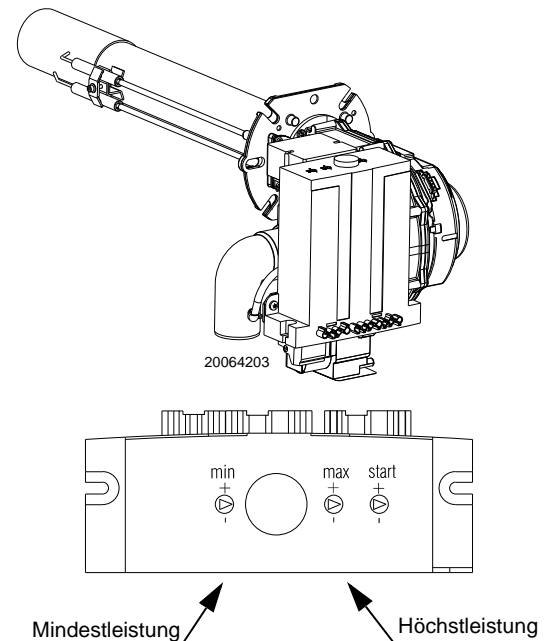

Abb. 12
- Die Einstellungen des Trimmers am Steuergerät (Abb. 12) überprüfen.
Die Proportionalgasarmatur gibt je nach im Belüftungskreislauf gemessenem Druck die korrekte Brennstoffmenge ab. Daher erfolgt mittels Drehzahlregelung auch die Regelung der abgegebenen Leistung. Die Motordrehzahl kann durch Betätigen der drei "Trimmer" eingestellt werden (Abb. 12).
Die **Höchstleistung** muss der vom verwendeten Heizkessel geforderten entsprechen. Um ihren Wert zu erhöhen oder zu verringern den Trimmer MAX am Steuergerät betätigen (Abb. 12)
Die **Mindestleistung** muss der vom verwendeten Heizkessel geforderten entsprechen. Um ihren Wert zu erhöhen oder zu verringern den Trimmer MIN am Steuergerät betätigen (Abb. 12)
Um ihren Wert zu erhöhen oder zu verringern den Trimmer START am Steuergerät betätigen (Abb. 12).